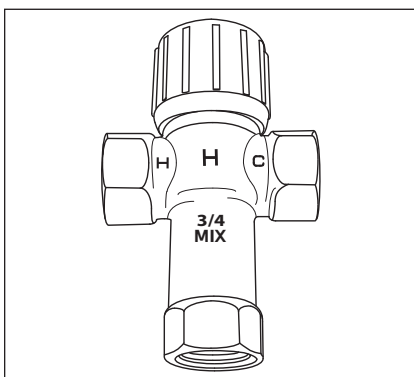

Figure 8 - Des mitigeurs thermostatiques installés à chaque point d'utilisation peuvent permettre d'éviter les brûlures.
- Mitigeurs thermostatiques (Figure 8 à la page 8)
Installer des mitigeurs thermostatiques (Figure 8) pour réguler la température de l'eau fournie aux appareils sanitaires (par exemple, évier de cuisine, lavabo de salle de bains, baignoire et douche). Consulter les instructions du fabricant du mitigeur ou une personne qualifiée.
⚠ AVERTISSEMENT! Même si le thermostat du chauffe-eau est réglé à une température relativement basse, l'eau chaude peut provoquer des brûlures. Installer des mitigeurs thermostatiques pour réduire le risque de brûlure (voir page 4 et Figure 8).